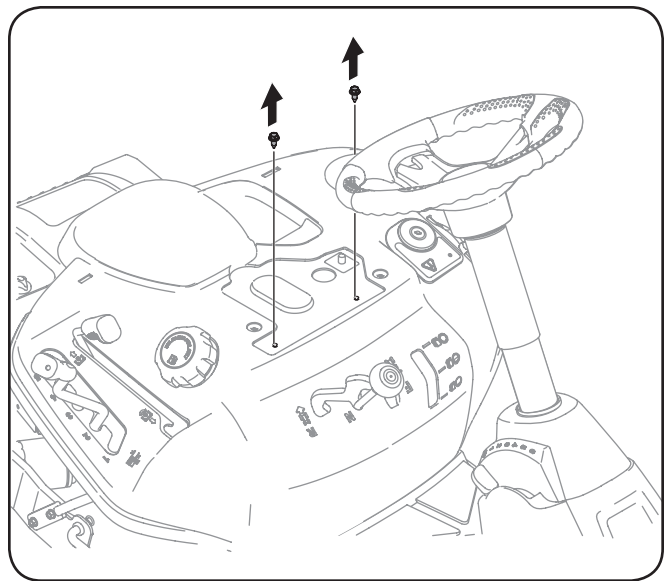

Figure 3-5
2. Autorroscantes Quite los dos pernos de fábrica instalada en el tractor. Vea la Figure 3-5.